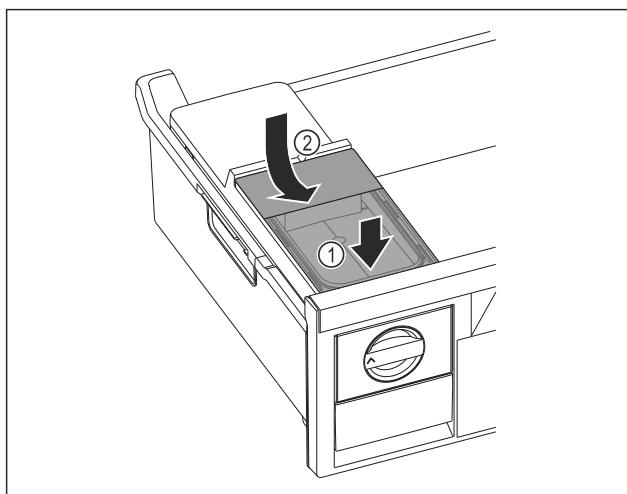

Fig. 101
- ▶ Nasadte vpředu nádržku na vodu. Fig. 101 (1)
- ▶ Spusťte nádržku na vodu vzadu dolů. Fig. 101 (2)